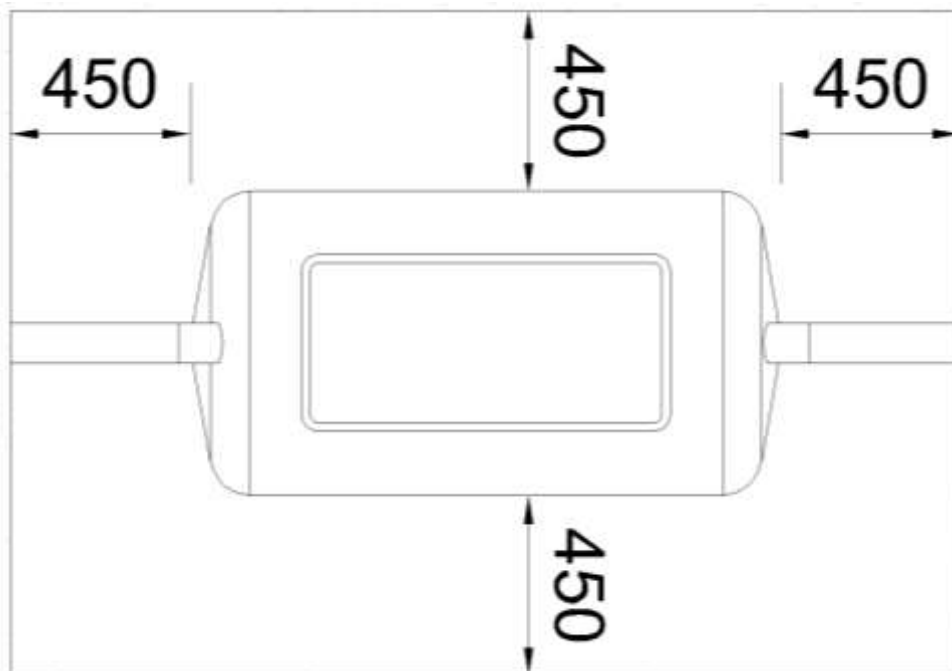

Figura 4-1 DISTANZE MINIME BORDO SCAVO NEL CASO DI SCAVO STABILE
- La distanza minima tra manufatti ed il bordo dello scavo è pari a 450 mm (figura 4.1).